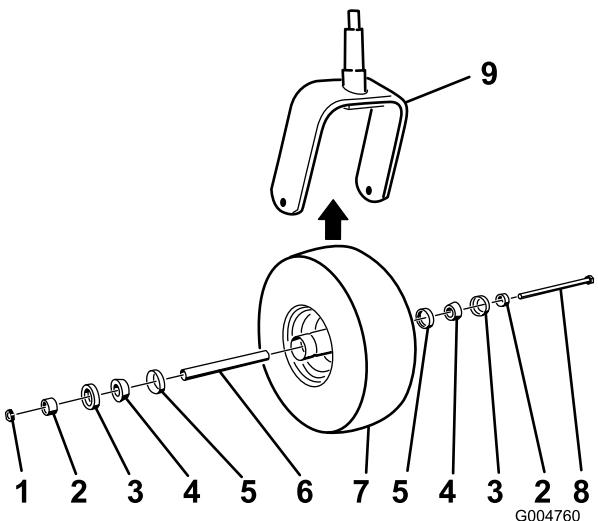

Figura 73
2. Retire la contratuerca del perno que sujetla el conjunto de rueda giratoria en la horquilla (Figura 73).
5. Ensamble la rueda giratoria presionando los cojinetes cónicos y las juntas, llenos de grasa, sobre el cubo de la rueda, según se muestra en la Figura 73.